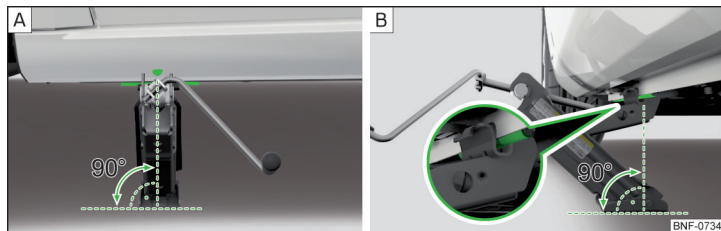

Fig. 123 Imagen esquemática: Colocar el gato
- Apoye la placa de base del gato con toda la superficie en un suelo recto y asegúrese de que el gato se encuentra en posición vertical respecto al punto de apoyo » fig. 123 - [A].
- Gire el gato con la manivela debajo del punto de apoyo hasta que su garra se encuentre en el larguero inferior » fig. 123 - [B].